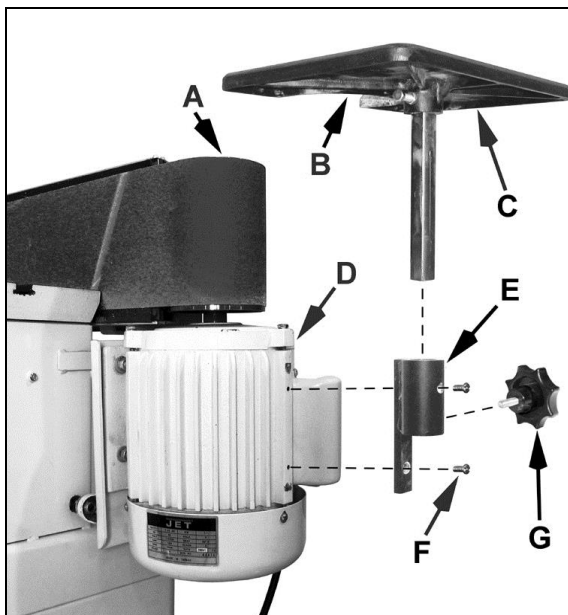

Fig 6
Monter le support de la table latérale auxiliaire (E, Fig 6) avec 2 vis à 6 pans creux (F) sur le côté du moteur.